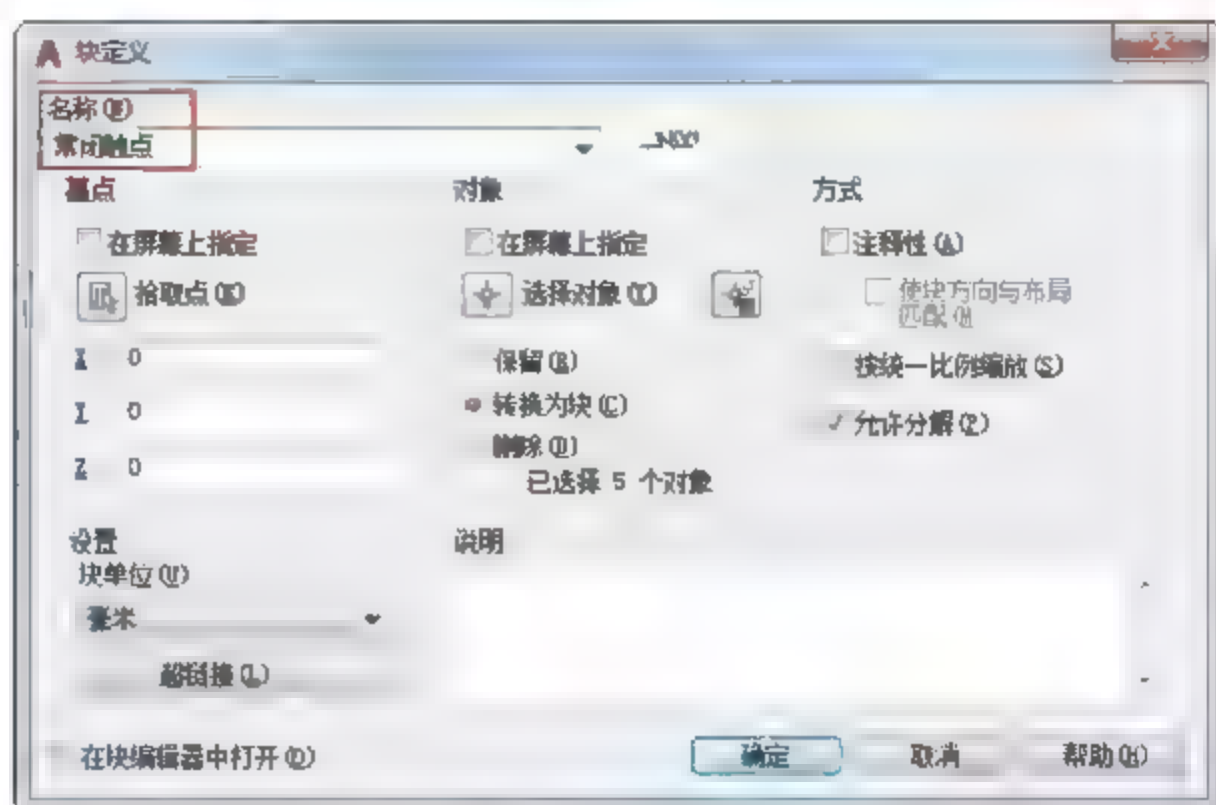

图9-67 【块定义】对话框
- 06 选择菜单【绘图】|【块】|【创建】命令，选择绘制好的元器件符号，指定基点：在【块定义】对话框中将其命名为【常闭触点】，如图9-67所示。